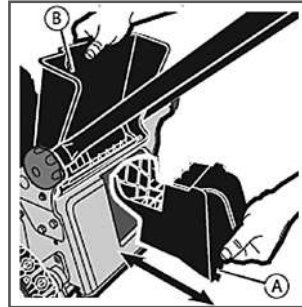

Рис. 5 Установка заглушки для мульчирования
2. Установить заглушку для мульчирования (Рис. 5). Для этого поднимите заднюю крышку, вставьте заглушку для мульчирования и опустите крышку.